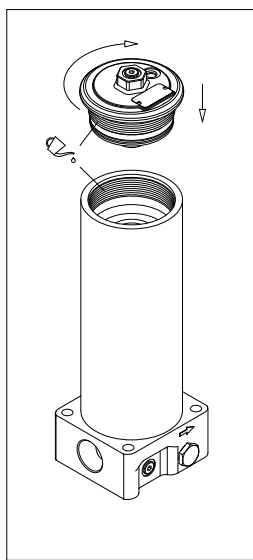

fig. 26
- (Fig. 26) Lubrificare l'O-ring e i filetti del contenitore e del coperchio, quindi avvitare il coperchio facendo riferimento alla tabella delle coppie di serraggio al paragrafo 3